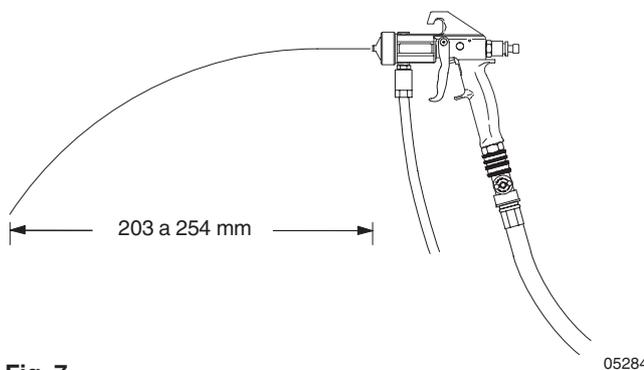

Fig. 7 05284
2. Si se usa un recipiente a presión remoto, mantenga la pistola paralela al suelo y ajuste la presión de fluido para que produzca una corriente de fluido de 203 a 254 mm. Vea la Fig. 7.